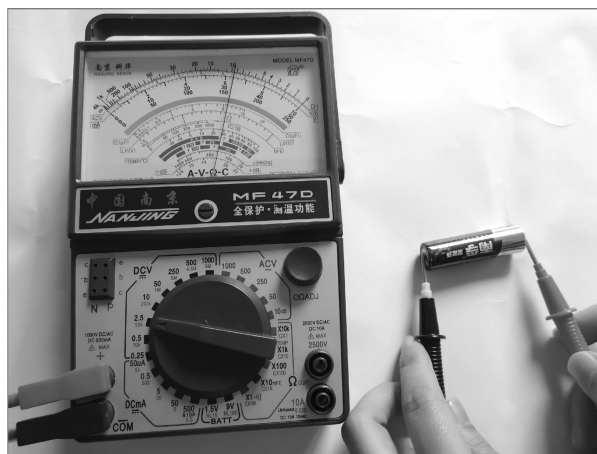

图 2-10 测量直流电压
(3) 连接:将万用表的红表笔接到电池正极,黑表笔接到电池负极。
(4) 读数:因使用 2.5 V 量程,所以应该按 250 线读数,读出值为 148。又由于 2.5 与 250 相差 100 倍,所以再用  $148/100$ ,即实际直流电压值为 1.48 V,如图 2-10 所示。